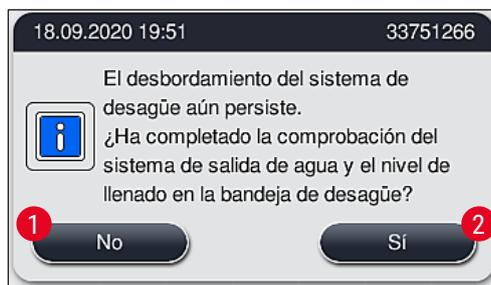

Fig. 126
2. Si, después de 5 minutos y tras varios intentos de limpieza, el bloqueo persiste, un mensaje (→ "Fig. 126") en la pantalla indica al usuario que el nivel del agua sigue siendo alto. Al pulsar **No** (→ "Fig. 126-1"), el usuario puede ampliar el tiempo de espera otros 5 minutos para seguir realizando más intentos de limpieza. Si estos intentos de limpieza tienen éxito, la situación queda resuelta tal y como se describe en el punto 1. Si se necesita más tiempo para las medidas de limpieza, pulse de nuevo **No** (→ "Fig. 126-1"). Estos periodos adicionales pueden repetirse varias veces. Si el bloqueo no se elimina después de múltiples intentos de limpieza, pulse **Sí** (→ "Fig. 126-2") para iniciar un proceso de cancelación controlada; vea los apartados 3 y 4 que siguen a continuación.